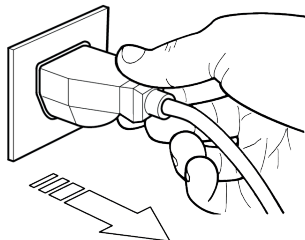
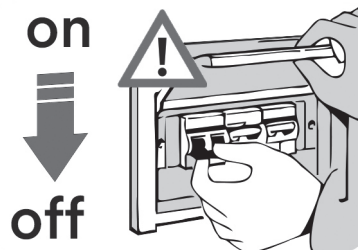

fig. 3
fig. 4
L'apparecchiatura non è dotata a bordo di un sezionatore in grado di togliere contemporaneamente la tensione ai due poli (fase e neutro) dell'alimentazione elettrica. Infatti la pressione del tasto OFF sulla centralina elettronica arresta solo il funzionamento della vetrina, ma non toglie corrente ai componenti elettrici all'interno della vetrina (luci, ventilatori e basetta elettrica). Il sezionamento può avvenire tramite presa a spina (fig.3), ma si consiglia vivamente all'installatore di posizionare sul collegamento elettrico, a monte dell'apparecchiatura, un interruttore onnipolare (fig.4) che garantisca la disconnessione totale del Basamento Refrigerato dalla rete di alimentazione.
**La pressione del tasto OFF sulla centralina elettronica arresta il funzionamento del Basamento Refrigerato, ma non provoca il sezionamento dell'energia elettrica. Si obbliga quindi, in caso di intervento di manutenzione, di disconnettere completamente il Basamento standard per Gastronomia dalla rete elettrica staccando la spina di alimentazione (fig.3) o agendo sull'interruttore generale installato a monte del Basamento Refrigerato (fig.4).**
**In caso di incendio provvedere sempre a disinserire immediatamente l'interruttore generale della linea principale di alimentazione (fig.4).**